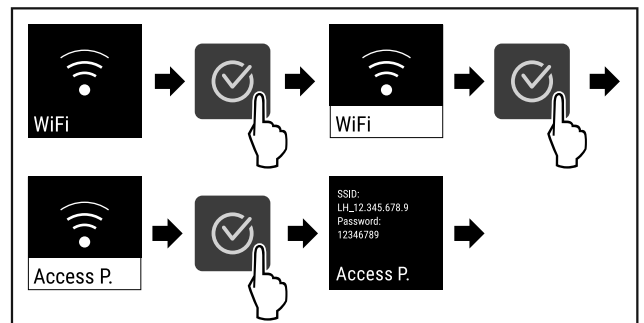

Fig. 85
- ▶ Провести етапи операцій (див. Fig. 85).